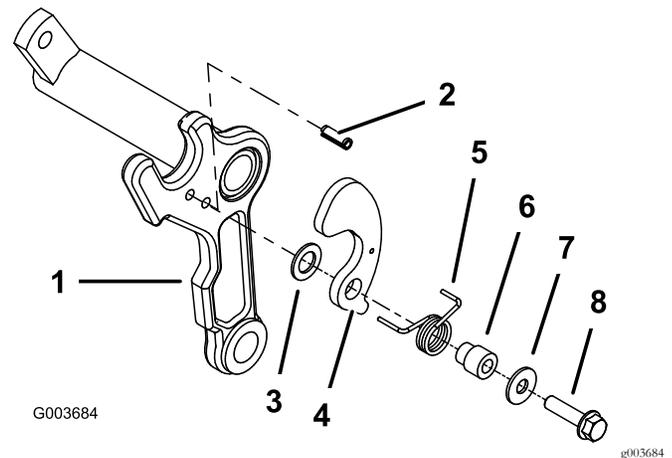

**Figura 5**
3. Monte um guia do cesto no lado adequado de cada estrutura da carroçaria (Figura 3) com um parafuso (5/16 x 1/2 pol.) e uma anilha plana (3/8 x 7/8 pol.). Coloque os componentes como indicado na Figura 5.